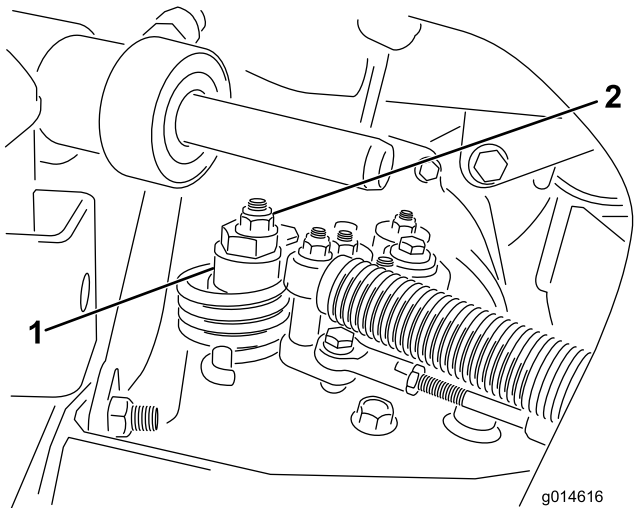

图51
- A. 松开将偏心螺栓固定到静液压泵顶部的螺母（图 51）。
- C. 旋转偏心螺栓，直到不再出现任何方向的缓慢前移。当轮子停止旋转时，旋紧螺母，锁定偏心螺栓和调整（图51）。将油门移至“慢速”和“快速”位置，验证调节情况。